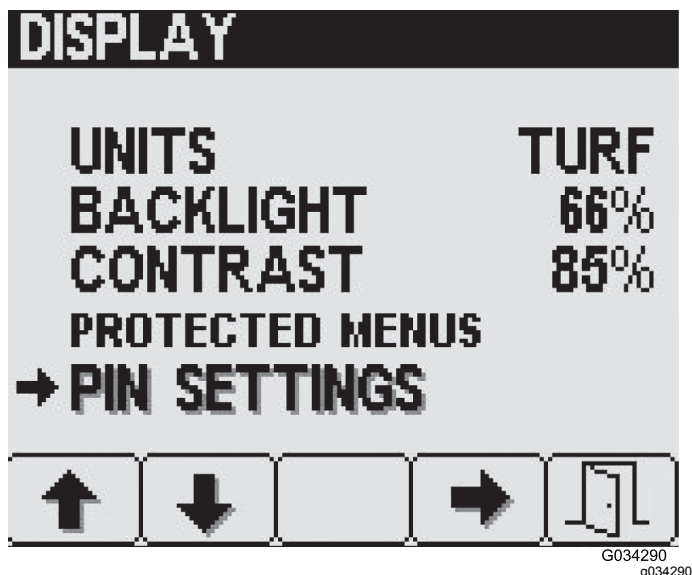

Figura 23
1. Pulse el botón 1 o el botón 2 de PANTALLA para desplazarse a la opción AJUSTES DEL PIN (Figura 23).
2. Pulse el botón 4 para seleccionar el submenú AJUSTES DEL PIN (Figura 23).